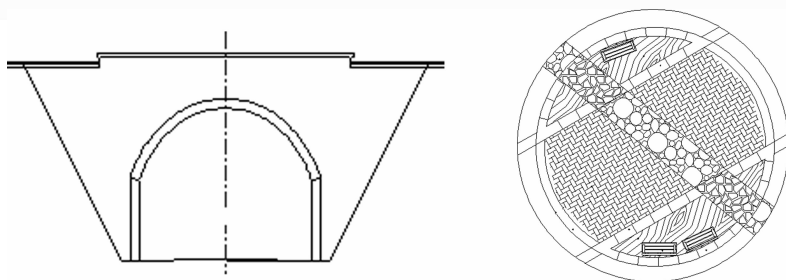
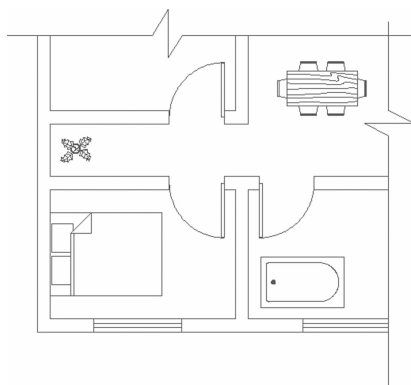

图 2-22 隧道施工图及园林平面图中圆和圆弧的使用
图 2-23 房屋平面图中圆弧的使用
(2)在建筑图形中圆弧使用得较少,隧道洞门的衬砌使用圆弧较多,园林平面图中的门使用圆较多,如图 2-22 所示;在房屋平面图中绘制门时使用圆弧较多,如图 2-23 所示。